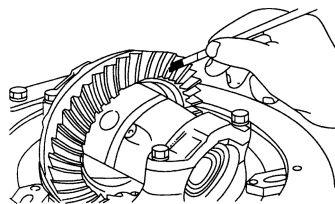

图 3-96 在从动锥齿轮上涂红丹粉
1) 在从动锥齿轮的齿上均匀地涂抹一层红丹粉,如图 3-96 所示。